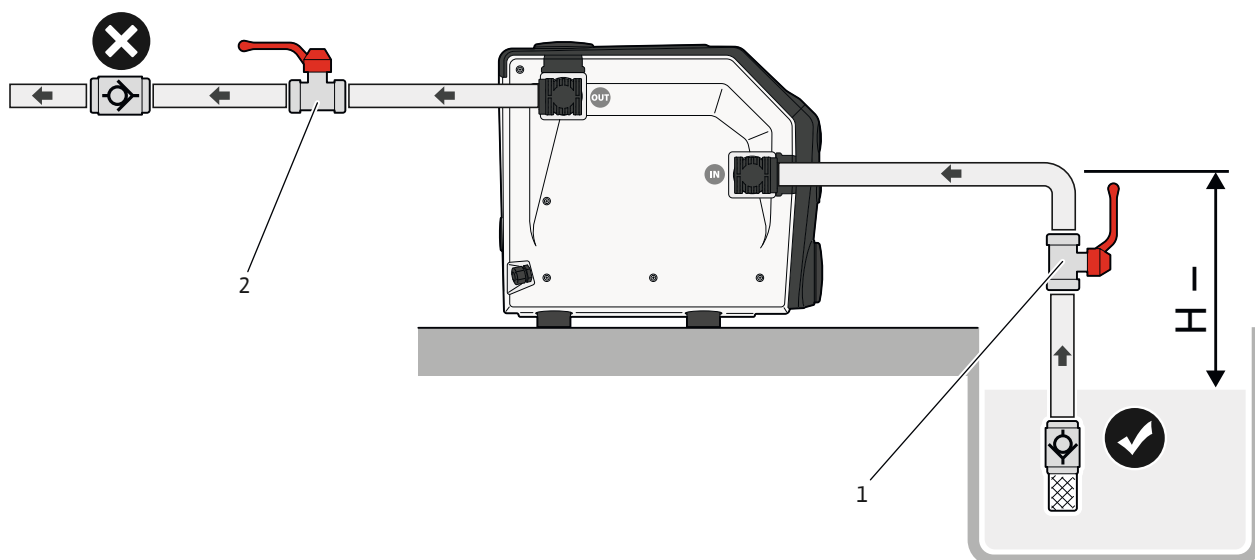

Fig. 7: Modo de aspiração
1. Fechar a válvula de cunha (Fig. 7 - Pos. 1, 2) no lado de aspiração e no lado da pressão.